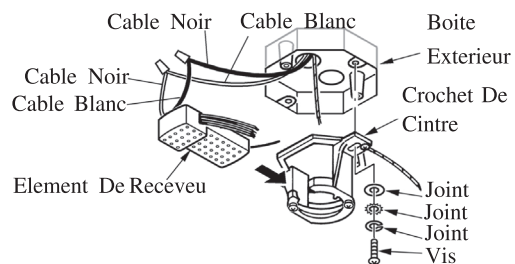

FIG.5
1. Fixez solidement le support de suspension au boîtier de prise de courant à l'aide des rondelles et des vis fournies. Connectez le fil blanc du plafond au fil blanc du récepteur avec un serre-câble. Raccorder le fil noir du plafond au récepteur au fil noir avec écrou. (Voir fig.5)